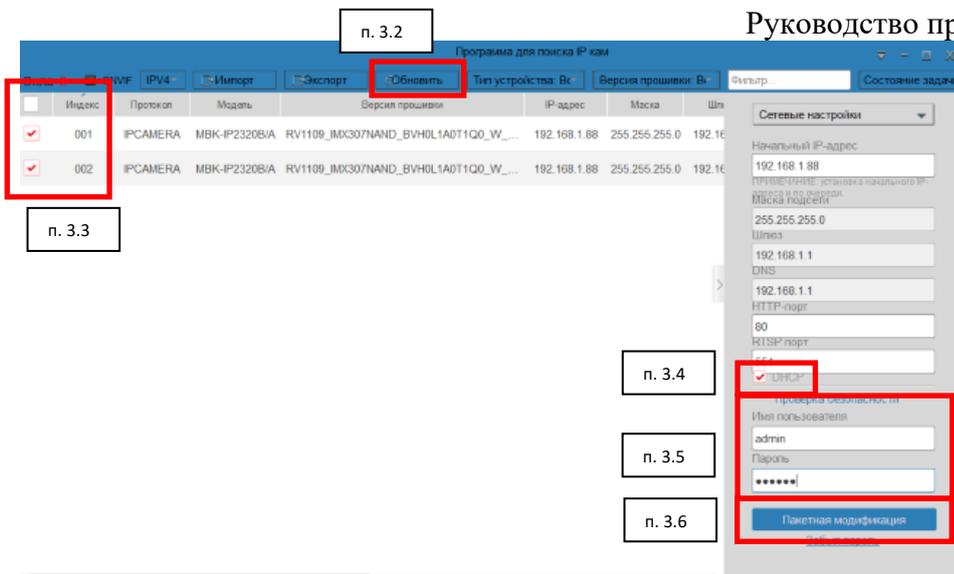
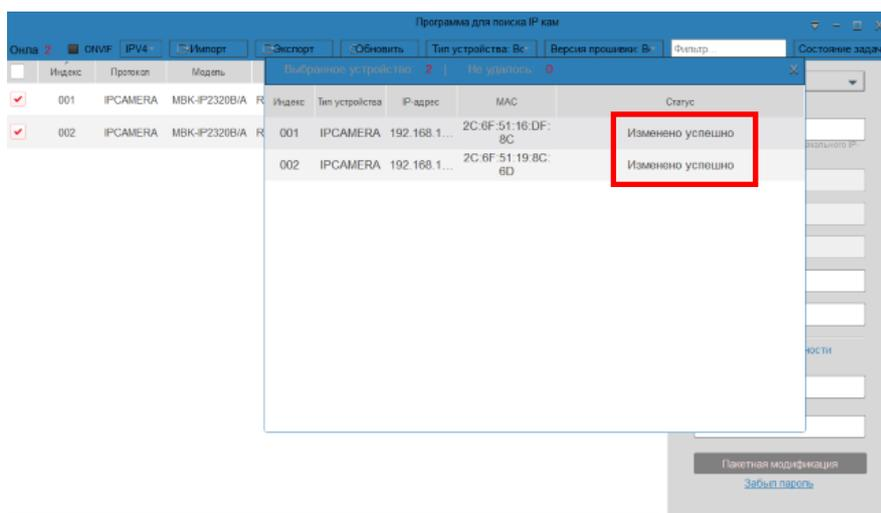

Рисунок 13
Рисунок 14
3.2. Через 10-15 с нажать на кнопку «Обновить» (рисунок 13). В окне программы отобразятся подключенные видеокамеры (рисунок 13).
3.3. Установить галочки в столбце «Онлайн» напротив каждой видеочамеры либо поставить галочку «выбрать все» (рисунок 13).
3.4. На вкладке «Сетевые настройки» в строке DHCP поставить галочку (рисунок 13).
3.5. Ввести имя пользователя и пароль (admin) (рисунок 13).
3.6. Нажать на строку «Пакетная модификация» (рисунок 13). В появившемся окне напротив каждой камеры появится надпись «Изменено успешно» (рисунок 14).